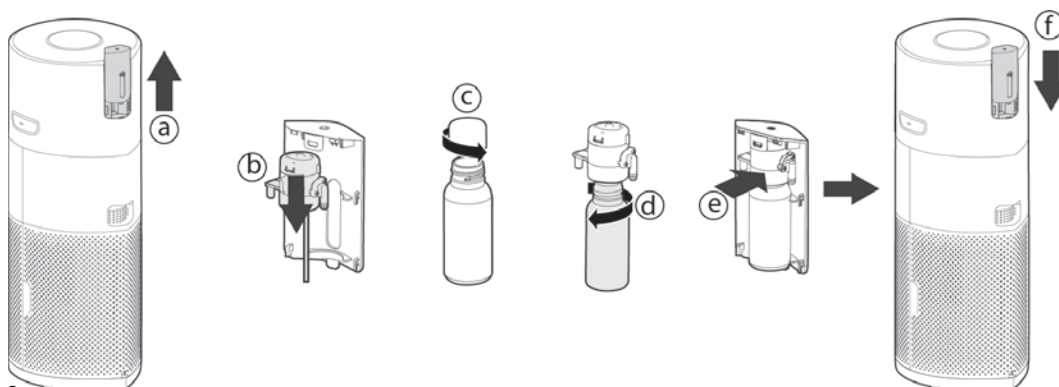

Abb. 2
2. Befestigen Sie die Diffusorflasche [Abb. 2]